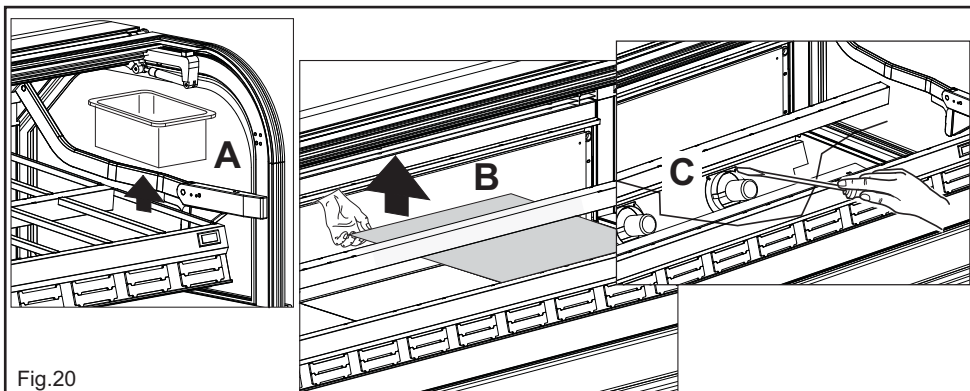

Fig.20
- Estrarre le vaschette (fig.20 pos.A);
- togliere i piani interni di protezione (fig.20 pos.B);
- svitare le viti di fissaggi del ventilatore (fig.20 pos.C) e dopo averlo scollegato elettricamente estrarlo dalla propria sede.